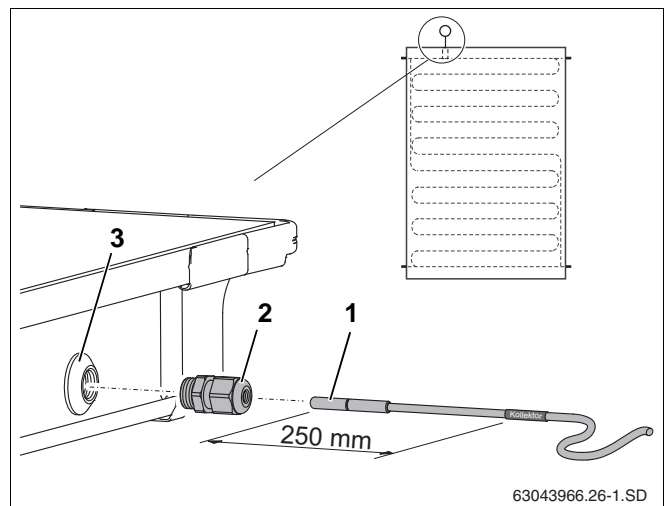

Fig. 32 Solfangerføleren skubbes ind i solfangeren
For at solvarmeanlægget kan fungere perfekt er det nødvendigt, at solfangerføleren (fig. 32, **pos. 1**) skubbes ind i følerens lederør indtil anslag (svarer til ca. 250 mm).
- ▶ Gennembryd tætningslaget til gennemføringen med solfangerføleren eller en skruetrækker (fig. 32, **pos. 3**).
- ▶ Skru klemforskrningen (fig. 32, **pos. 2**) ind i følerens gennemføring.
- ▶ Stram klemforskrningen (fig. 32, **pos. 2**), og hold evt. imod.
Hvis du har gennembrudt følergennemføringen (fig. 32, **pos. 3**) for en forkert solfanger, skal den tættes med proppen fra tilslutningssættet. Ved hjælp af kabelforskrningen (fig. 32, **pos. 2**) skal du først fjerne møtrikken, som befinder sig i følergennemføringen.